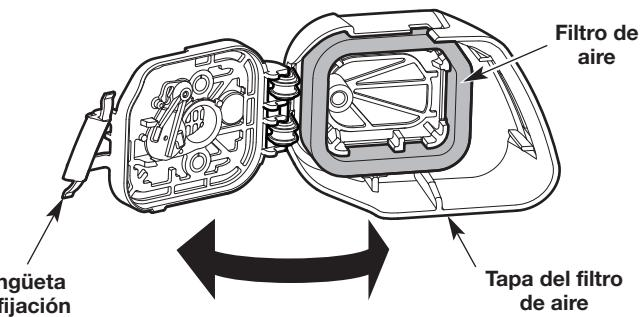

Fig. 23
1. Abra la cubierta del filtro de aire: oprima la lengüeta de fijación y gire la cubierta del filtro de aire hacia la derecha (Fig. 23).
2. Extraiga el filtro de aire del interior de la cubierta del filtro de aire (Fig. 23).
6. Reinstale el filtro de aire dentro de la cubierta del filtro de aire (Fig. 23).
7. Cierre la cubierta del filtro de aire: Gire la cubierta del filtro de aire hacia la izquierda y oprímalas para cerrarla hasta que la lengüeta de fijación entra a presión en su lugar (Fig. 23).